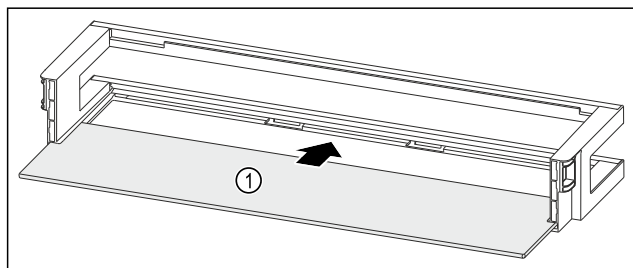

Fig. 200 Дверная полка со съемной полкой
- ▶ Вдвиньте съемную полку Fig. 200 (1) в боковые пазы.